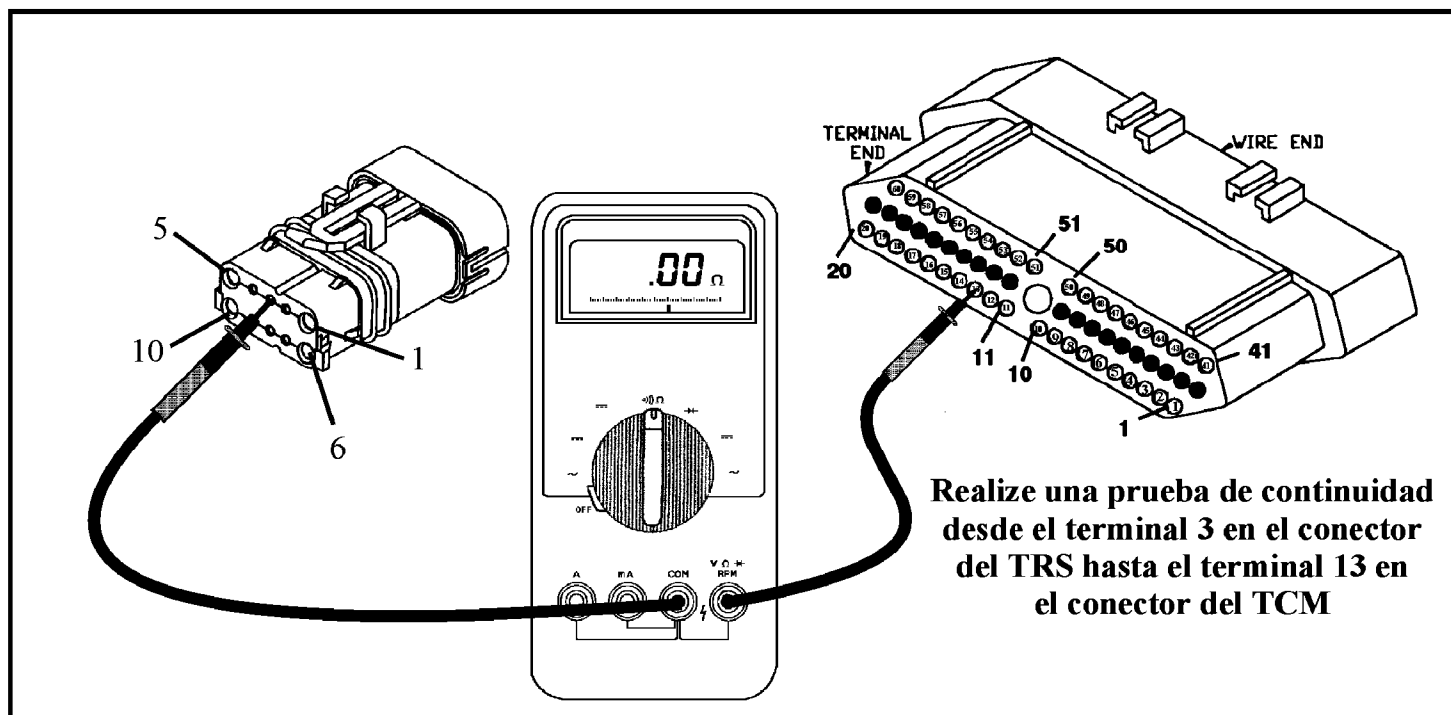

Figura 62
- Los vehículos del 1996 en adelante tienen un sensor para la temperatura del fluido (TFT) que forma parte del sensor de posición de escalas (TRS). El alambre de tierra de éste sensor es compartido con los sensores de RPM en el terminal 13 del TCM. Los códigos 58 y 72 se pueden registrar si éste alambre se ve averiado. Una prueba de continuidad puede ser realizada colocando un cable del metro al terminal 3 en el conector del TRS y otro cable al terminal 13 en el TCM (Vea la figura 62). Para mas pruebas al TFT refierase a la pagina 84.